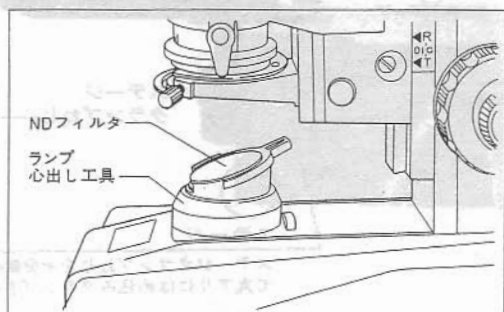

図5
- 7) フィールドレンズ上にランプ心出し工具をかぶせ、その上にNDフィルタを1枚、フィルタカセットから取り外して載せます。(図5)